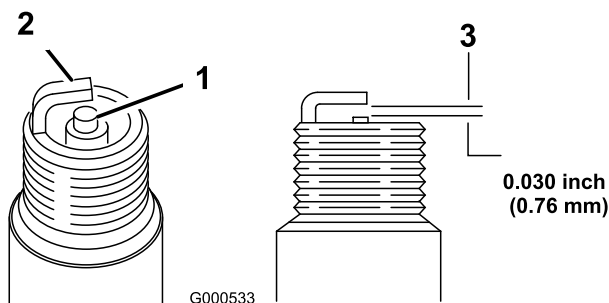

Figure 20
5. Réglez l'écartement des électrodes à 0,76 mm (0,030 po) (Figure 20).